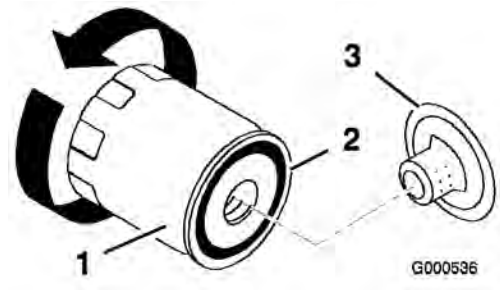

Figure 23
2. Retirez le filtre usagé (Figure 23).
4. Posez le filtre à huile de rechange sur l'adaptateur. Tournez le filtre dans le sens horaire jusqu'à ce que le joint rejoigne l'adaptateur, puis donnez de 2/3 à 1 tour supplémentaire (Figure 23).